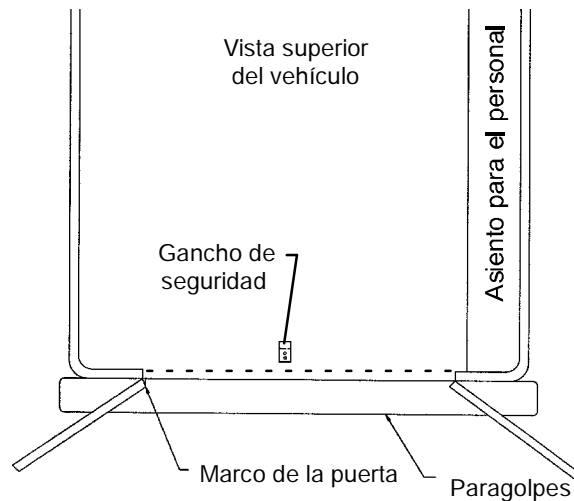

Figura 4 - Colocación del gancho de seguridad
3. Centre el gancho de seguridad (Figura 4) en la barra de seguridad de la camilla. Asegúrese de que el gancho esté viendo hacia la parte delantera del vehículo.